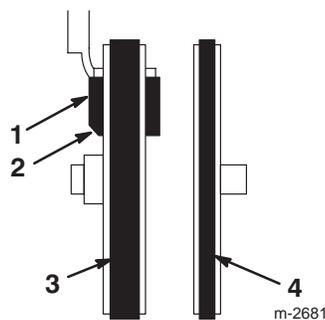

Bild 34
17. Achten Sie darauf, dass der Bremsklotz richtig am Bremsarm installiert ist. Positionieren Sie den abgewinkelten Schnitt an der Bremsbacke wie in Bild 34 dargestellt.
13. Achten Sie darauf, dass der Bremsklotz richtig am Bremsarm installiert ist. Positionieren Sie den abgewinkelten Schnitt an der Bremsbacke wie in Bild 34 dargestellt.